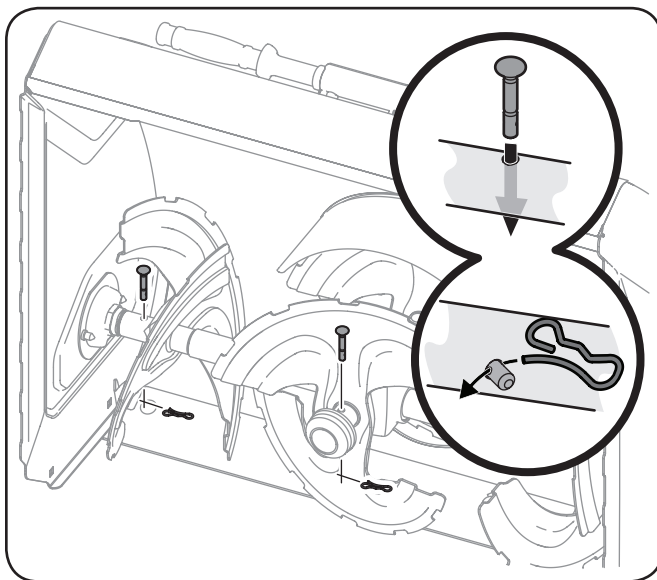

**Figura 6-4**
4. Aplique una capa ligera de Bostik Grado Regular Never-Seez® para el eje hexagonal. Vea la Figura 6-4.